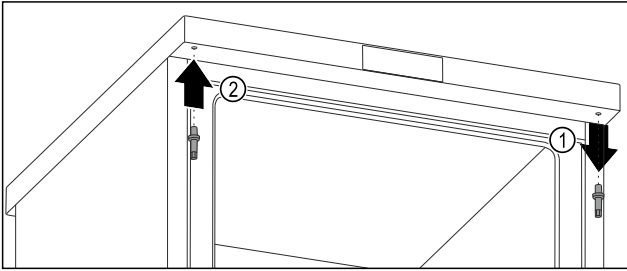

Fig. 14
- Draai de bovenste bout los met een inbussleutel. *Fig. 14 (1)*
- Draai de bout aan de andere kant vast met een inbussleutel. *Fig. 14 (2)*